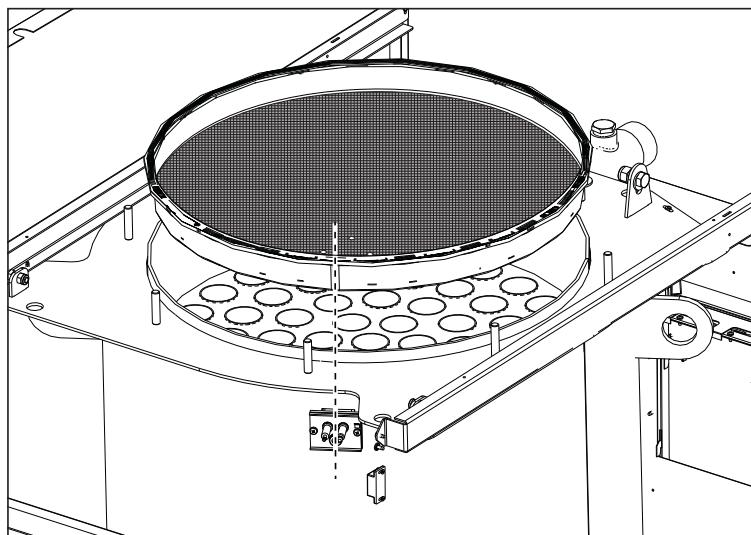

fig. 67 - Alignement du brûleur
- IMPORTANT:** après avoir nettoyé le brûleur, assurez-vous de le positionner en alignant la soudure du joint de bride avec le centre du trou du judas (voir fig. 67).